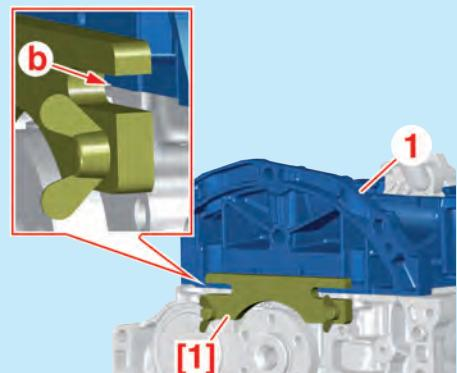

Fig.2
- Aligner le carter d'huile supérieur (1) sur le bloc moteur à l'aide de l'outil [1] (Fig.2).